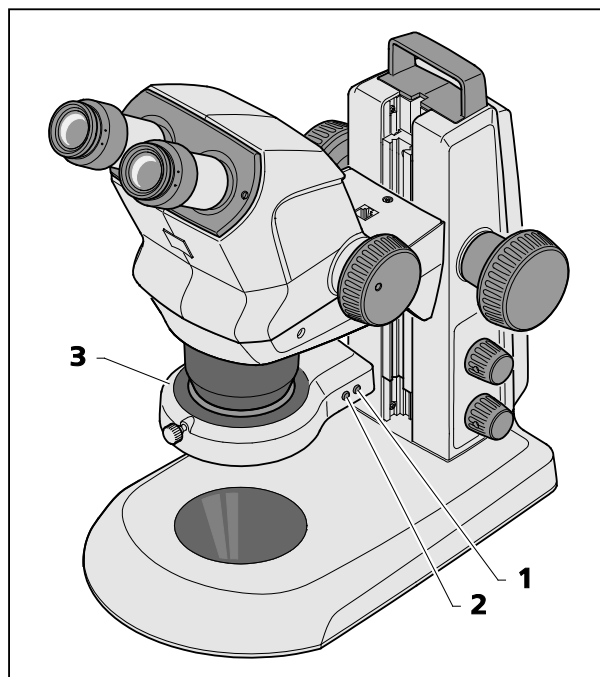

Fig. 17 Éclairage annulaire
- En appuyant de manière successive sur le bouton avant (Fig. 17/2), vous modifiez graduellement la situation d'éclairage de l'éclairage annulaire (Fig. 17/3).
- Si vous appuyez maintenant une fois sur le bouton arrière (Fig. 17/1), le segment d'éclairage se déplace d'un quart de cercle dans le sens horaire.
- Si vous appuyez sur le bouton arrière (Fig. 17/1) et si vous le gardez appuyé pendant plus de 2 secondes, le segment d'éclairage se déplace de manière continue (rotation par segment d'un 8ème de cercle, à raison d'une seconde par rotation).
- Si vous appuyez de nouveau sur le bouton arrière (Fig. 17/1), vous arrêtez la rotation et l'objet est de nouveau éclairé à l'arrière.